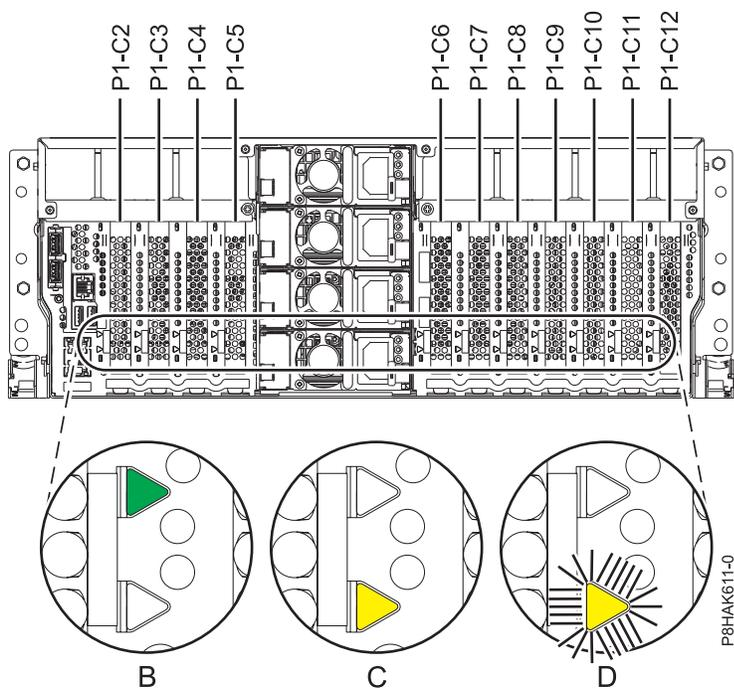
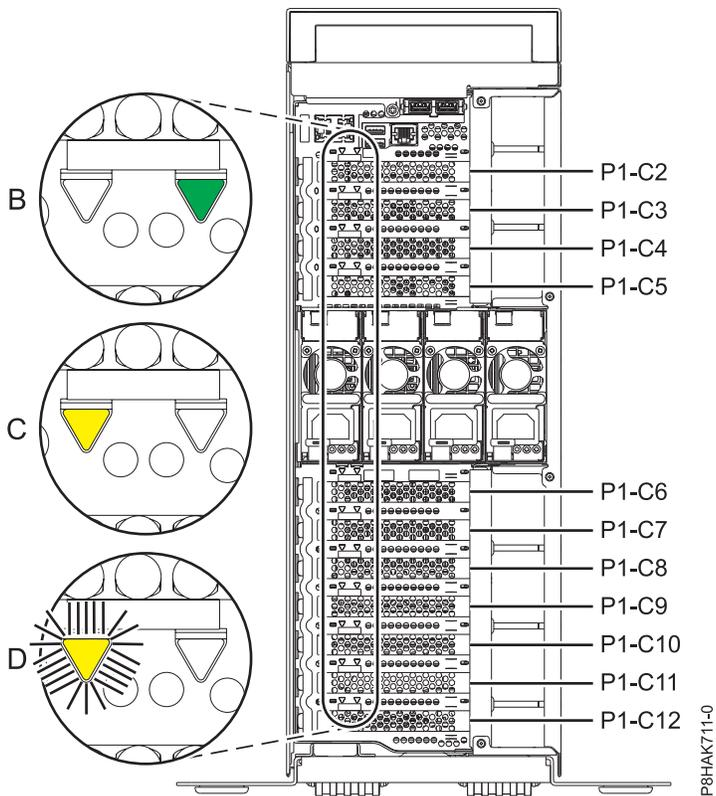

Figura 31. Ubicaciones de la ranura del adaptador PCIe y ubicaciones de los LED en un sistema montado en bastidor
Figura 32. Ubicación de la ranura del adaptador PCIe y de los LED en un sistema 8286-41A autónomo
Si está prestando servicio técnico para un adaptador PCIe anómalo, busque el LED ámbar parpadeante del adaptador PCIe anómalo para identificarlo. Consulte la Figura 31 y la Figura 32 en la página 38 que muestran el estado de los LED. Tenga en cuenta que el LED ámbar del adaptador PCIe anómalo está **parpadeando**, como se muestra en (D) en la Figura 31 y la Figura 32 en la página 38.
**Atención:** Si el adaptador PCIe está funcionando correctamente, el LED de actividad está **encendido** (verde) y el LED de error ámbar está **apagado**, como se muestra en (B) en la Figura 31 y la Figura 32 en la página 38. No intente extraer el adaptador PCIe en funcionamiento.